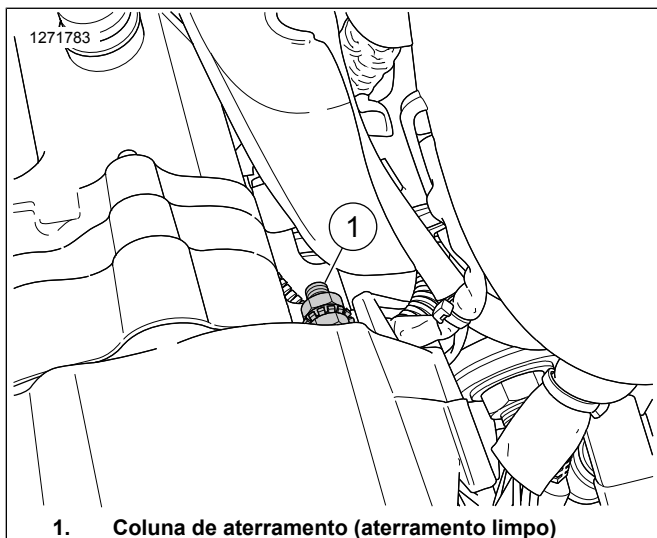

Figura 49. Terra do Sportster
- Remova a parte traseira adesiva da fita dupla face e instale o ATM (1) na lateral da cinta da bateria.
Veja Figura 49. A coluna de aterramento (1) está localizada atrás da tampa primária na metade esquerda da carcaça.